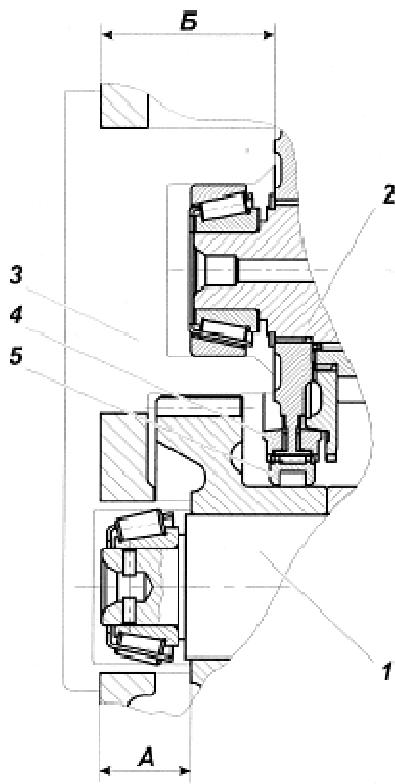

Рис. 24:
2. Завести в картер коробки передач собранные в сборе промежуточный и вторичный валы и зафиксировать их взаимное положение друг относительно друга с помощью технологического приспособления (рис. 24) таким образом, чтобы обеспечивался монтажный размер А (от переднего торца картера коробки передач до переднего торца ступицы шестерни привода промежуточного вала) равный $48\pm0,025$ мм и монтажный размер Б (от переднего торца картера коробки передач до переднего торца ступицы синхронизатора 4-5 передач) равный $90,3\pm0,025$ мм. При этом блокировочное кольцо поз. 4 и муфта поз. 5 синхронизатора должны быть зафиксированы на ступице вторичного вала, а наружное кольцо переднего подшипника промежуточного вала должно быть снято.